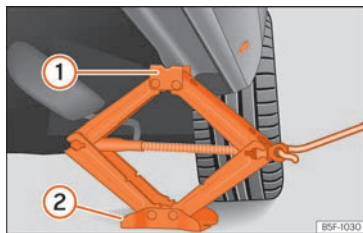

Fig. 200 Llarguer: col·locació del gat del vehicle.
- Gireu la manovella del gat, situat sota el punt de recolzament del llarguer, per elevar-la fins que la pestanya ① >>> fig. 200 quedi situada sota l'allotjament previst.
- Alineeu el gat de manera que la pestanya ① "s'adhereixi" a l'allotjament previst del llarguer i la placa base mòbil ② quedi recolzada a terra. La placa base ② ha de caure en la vertical respecte del punt de recolzament ①.